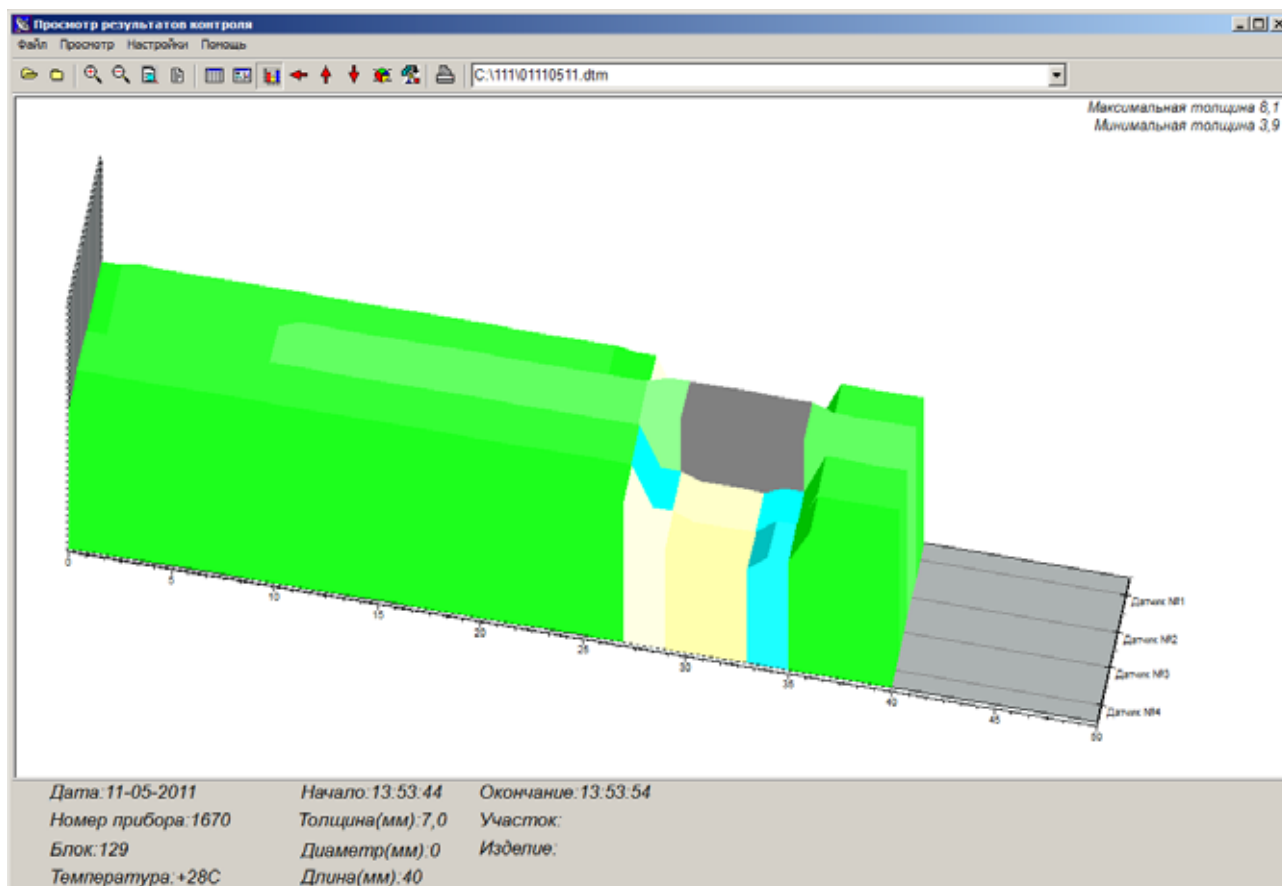

Рисунок 116 – Просмотр результатов автоматизированного толщиномера.
7.8 При просмотре фалов типа толщиномер- автомат в окне программы появляется запомненный дефектоскопом цветной рельеф донной поверхности и дополнительная информация о параметрах толщинометрии (см. рисунок 116).